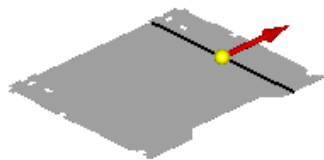
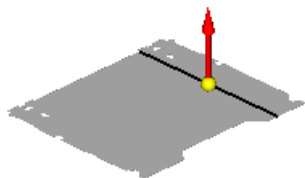

图 8.8.20 定义移动侧方向
图 8.8.21 定义折弯方向
(3) 定义折弯属性及参数。在命令条中单击“折弯位置”按钮 ，在 **折弯半径** 文本框中输入值 0.5，在 **角度** 文本框中输入值 90；单击“材料外部”按钮 ；单击“移动侧”按钮 ，并将方向调整至图 8.8.20 所示的位置；单击“折弯方向”按钮 ，并将方向调整至图 8.8.21 所示的位置。
(4) 单击  完成 按钮，完成特征的创建。